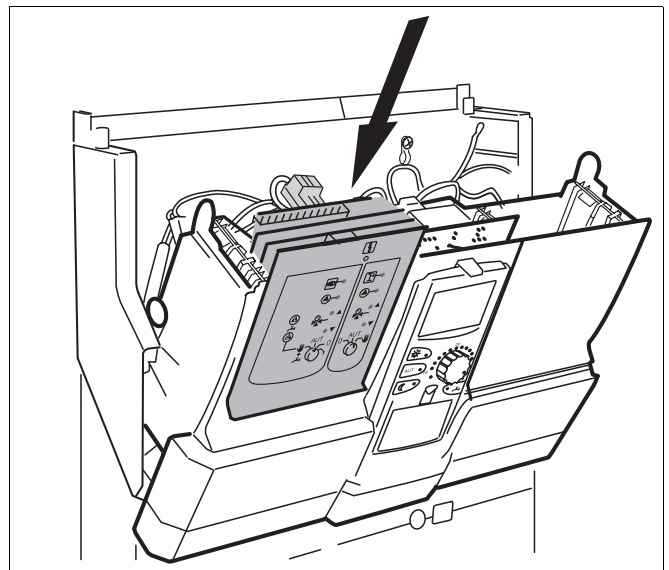

Abb. 6 Modul einschieben
- Modul durch Drücken auf die Fühlerleiste in den freien Steckplatz von oben einschieben (Abb. 6) bis es merklich einrastet.